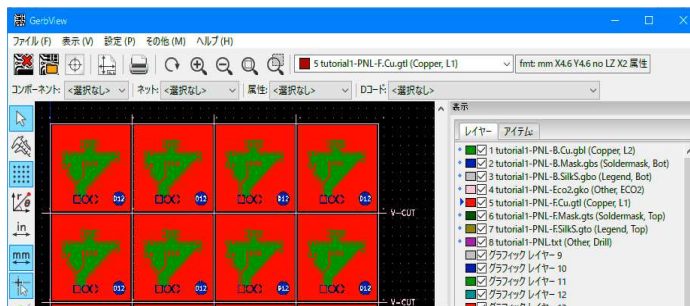

図11-3
- ① KiCadマネージャから 「GerbView」を起動します。
- ② GerbView上ツールバー 「現在のレイヤーに新規のガーバーファイルを…」をクリックします。拡張子 .g?? のファイルを全部選択して「開く」をクリックします。
- ③ 上ツールバー 「現在のレイヤーにexcellonドリル…」をクリックします。拡張子.drlのファイルを選択して「開く」をクリックします。
- ④ ガーバーデータ、ドリルデータを確認します。GerbView右ペインの「レイヤー」タブの表示選択チェックボックスを操作して、各レイヤーのガーバーデータを個別表示し基板レイアウトと正しく一致しているか確認します。図11-3